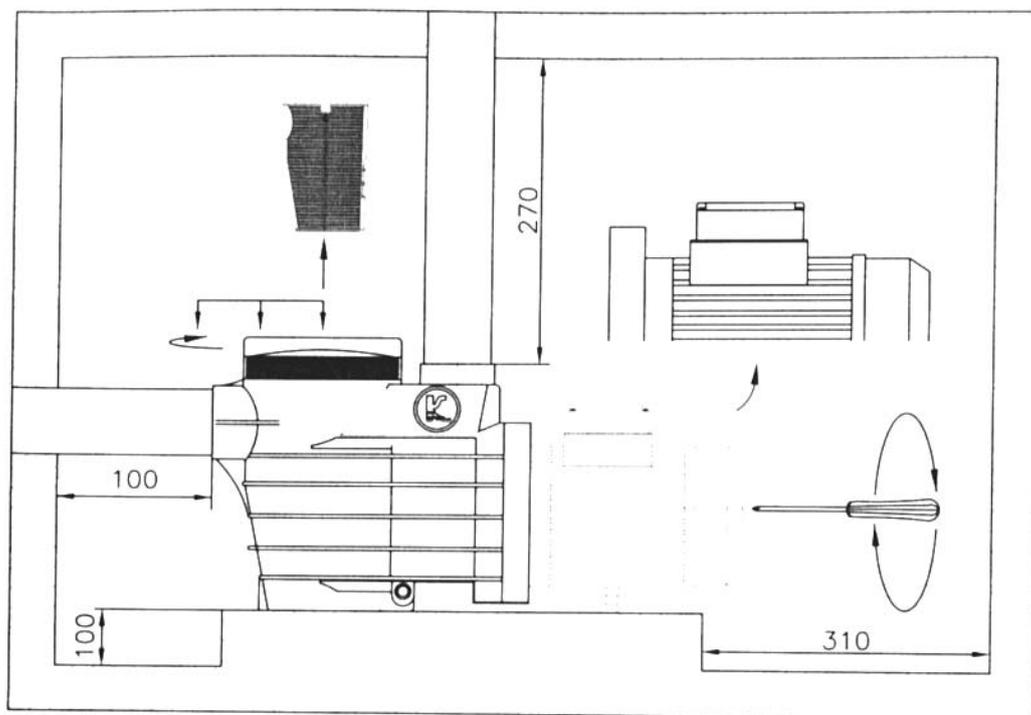

рис. 1
Место для установки электронасоса должно быть сухим. В противном случае, необходимо сделать дренаж, чтобы избежать переполнения водой. Если насос установлен в сыром месте, то должна работать система вентиляции, чтобы избежать конденсации. В случае ограниченного места, холодный воздух достигает низкой температуры, которая требует, чтобы система вентиляции не превышала атмосферную температуру 50°C. Необходимо, остаточное место для демонтажа мотора (в горизонтальном положении) и воздушного фильтра (в вертикальном положении) (стр.8, рис.1).
Убедитесь, что вал двигателя поворачивается свободно; не включайте насос, если он заблокирован. Для этого, имеется углубление на конце вала, на стороне вентилятора, которое позволяет вращать его вручную, используя отвертку (рис. 1 стр.8). В трехфазных двигателях крыльчатка (6) может быть снята, если двигатели работают в противоположном направлении. Против вращения может даже вызвать механические повреждения. Запустите двигатель на несколько секунд и убедитесь, что направление вращения совпадает с обозначенным стрелкой на кожухе вентилятора. Если это не так, то свяжитесь со специалистом. (переставить соединения между двумя фазами)